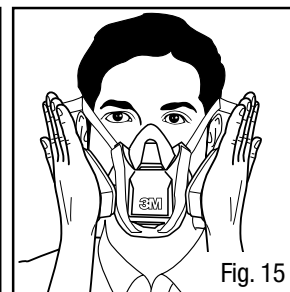

Fig. 15
1. Placer les paumes des mains sur la face de la cartouche ou sur la zone ouverte du dispositif de retenue de filtre 501 3MMC et inhaler doucement (Fig. 15). Si le masque s'affaisse légèrement, qu'il se resserre sur le visage et qu'on ne détecte aucune fuite d'air entre le visage et celui-ci, l'ajustement est bon.